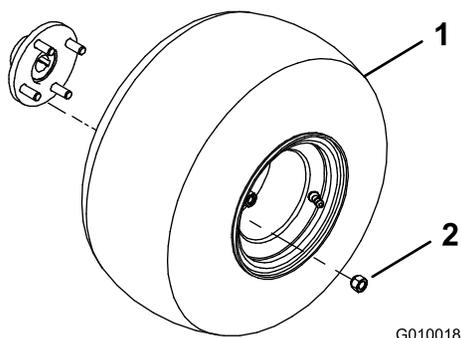

Рисунок 3
2. Установите колесо в сборе на каждую ступицу заднего колеса (Рисунок 3).
3. Установите контргайки (Рисунок 3) и затяните их с моментом 61-75 Н·м.